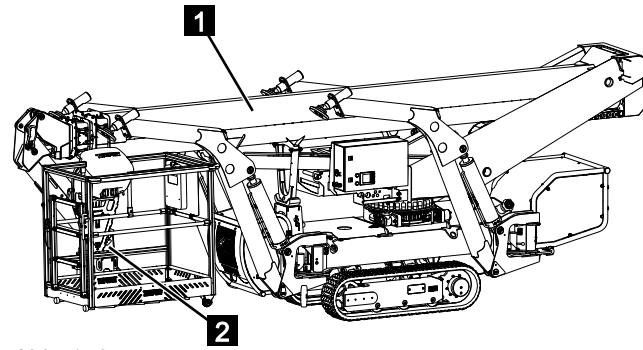

Abb. 146
- Abstützung eins und vier (Abb.146/1) befinden sich in Transportstellung 1.
- Abstützung zwei und drei (Abb.146/2) befinden sich in Transportstellung 1.